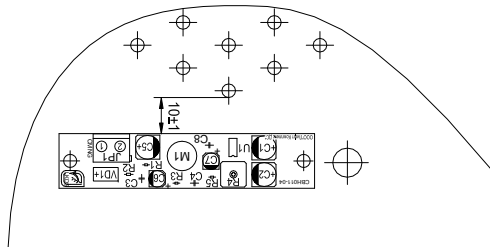

Рисунок 4
3.3.1. Микрофонный усилитель закрепить на панели приказов кабины лифта в соответствии с рис. 4. Приложения А.